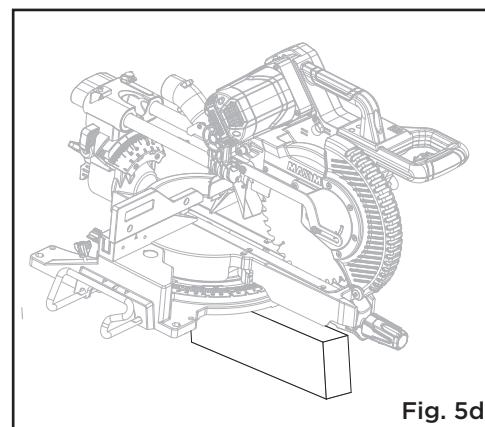

Fig. 5d
Fixation de la scie aux étriers de fixation (Fig. 5d-5g)
- Débranchez la scie et verrouillez la tête de coupe en position abaissée. Placez un support stable de type 2x4 ou similaire sous la scie pour la relever et permettre l'accès aux pieds de montage de la scie (Fig. 5d).